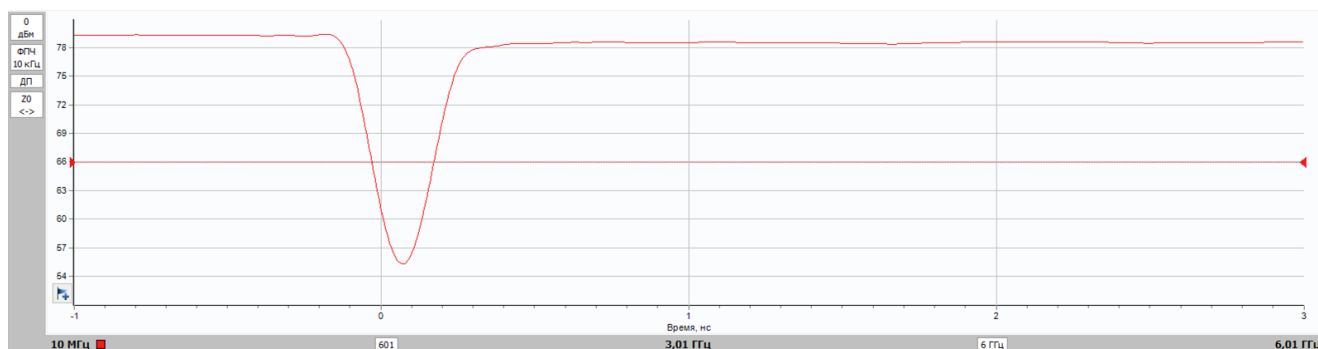

Рис. 20. Резонанс волнового сопротивления.
11. В панели управления «Временная область» установить параметры диаграммы таким образом, чтобы на ней осталась только неоднородность волнового сопротивления, обусловленная скачком волнового сопротивления с искусственных 75 Ом на реальные (рис. 20). В нашем примере использовались следующие параметры: